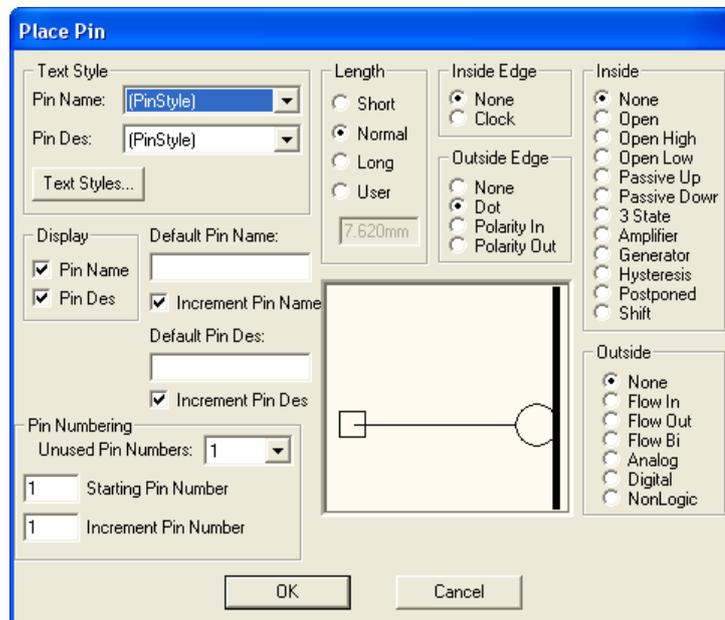

Рис.3.4. Диалоговое окно **Place Pin**.
- Выберите команду **Place/Pin**. . В появившемся диалоговом окне (рис.3.4) настройте вид вывода.